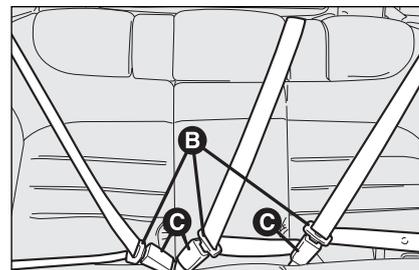

fig. 100
- pour les versions avec le siège arrière non coulissant, avant d'effectuer le rabattement du dossier, ancrer les languettes **B-fig. 100** des ceintures de sécurité dans les branches appropriées des boucles **C**;